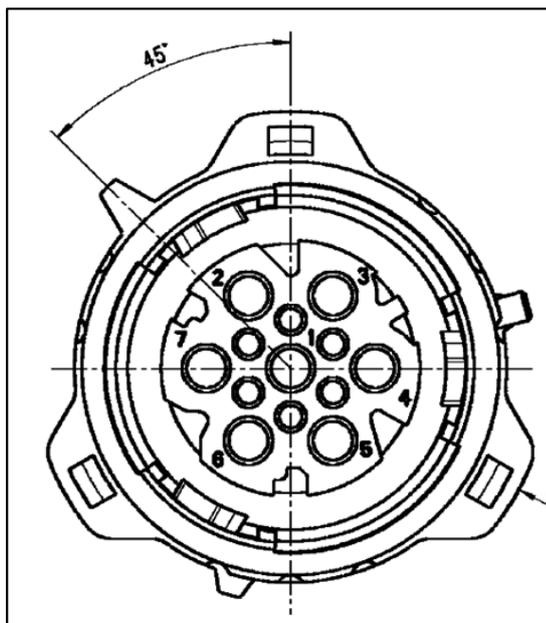

Fig 1: punto di connessione TDSK3 (capocorda rotondo) – piedinatura
- TDSK 3 – Connettore rotondo (vedere Fig. 1):